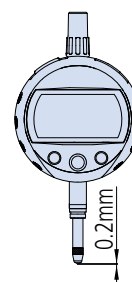

Fig. 2
4. Cuando ponga el punto cero, mueva el husillo al menos 0.2mm de la posición de descanso. (**Fig. 2**)